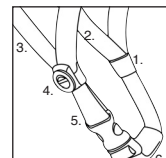

fig.10
Fig 10: Portate il sistema di cinghie sinistro (1) sotto l'orecchio sinistro tendendo contemporaneamente il laccio sottogola sinistra (2) e tirando il laccio sottogola destra (3). Il sistema di cinghie sinistro dovrebbe trovarsi direttamente sotto all'orecchio. Chiudete quindi il sistema di cinghie sinistro Drop-Lock. Il sistema di cinghie destro (4) deve essere portato sotto all'orecchio destro. Qui il laccio sottogola verrà teso direttamente con una delle due chinstrap (5). Quindi chiudete la chiusura ad incastro e tendete le chinstrap fino a quando le due cinghie libere (6) non saranno posizionate comodamente sotto al mento. (per allentare il sistema di cinghie procedete nel modo opposto con allentare/ spostare). Le parti che avanzano delle cinghie devono essere arrotolate intorno all'anello circolare di gomma.